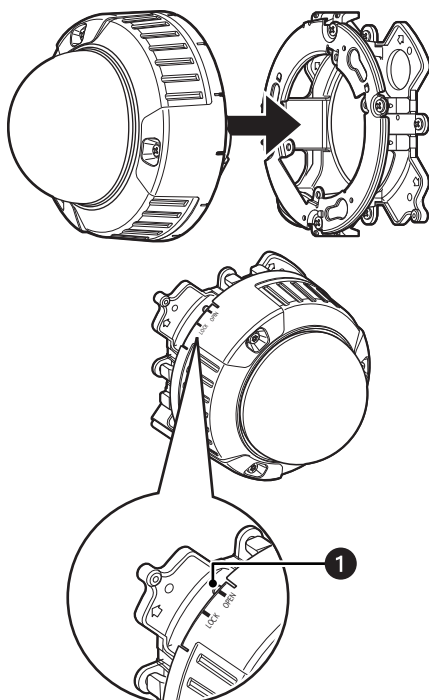

Рис. 12. Установка камеры на крепление камеры (поверхностный монтаж)
- а. Прикрепите камеру к креплению камеры, выровняв метку «OPEN» на камере с выступом на креплении камеры (см. рис. 12).